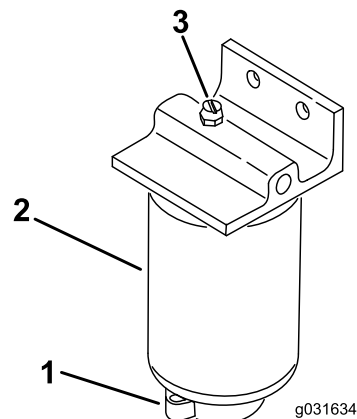

図 49
2. フィルタ容器 図 49 下部のドレンプラグをゆるめて水や異物を流し出す。
1. フィルタの取り付け部周辺をウェスできれいにぬぐう 図 49。